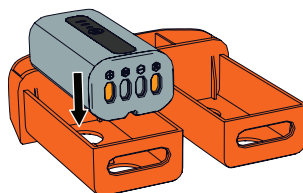

Figure 14
- Remettre les couvercles et réinsérer les boîtiers de piles dans le compartiment de piles. Veiller à ce que l'extrémité munie d'ouvertures soit alignée avec l'ouverture sur l'arrière du compartiment de piles. (Figure 14)